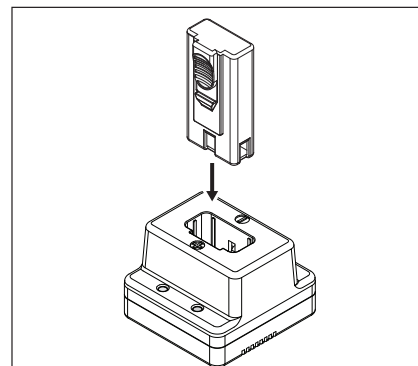

Figura 1
1. Coloque la batería en el cargador (vea la Figura 1). Asegúrese de que la batería esté firme en el cargador.